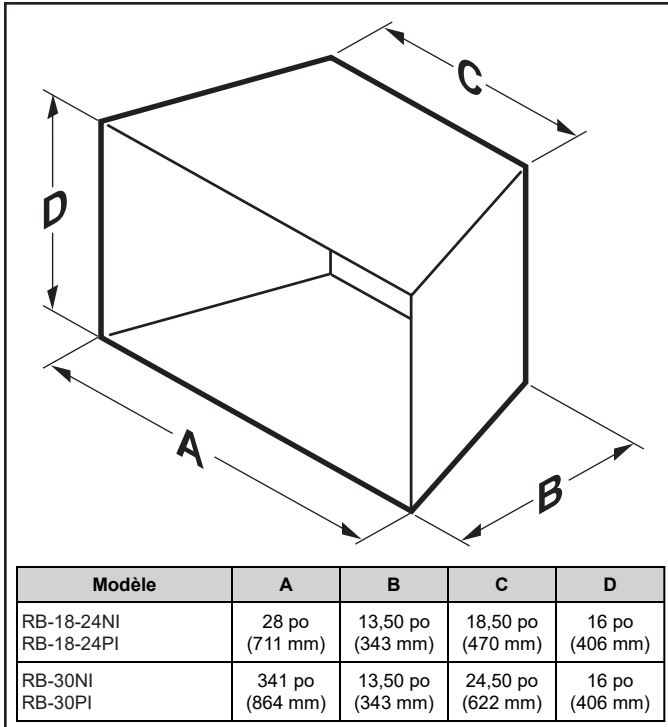

Figure 3.1 Dimensions minimales du foyer
- Examinez les étiquettes incluses avant de poursuivre. Assurez-vous que toutes les exigences minimales en matière de dimensions de foyer sont respectées à l'aide de la figure 3.1.
Remarque : Un matériau incombustible tel que des briques réfractaires peut être utilisé pour tapisser le sol du foyer afin de rehausser la hauteur du jeu de bûches à gaz par rapport à une barrière restrictive. Si l'appareil est surélevé, la hauteur minimale indiquée à la figure 3.1 doit être respectée ou dépassée.